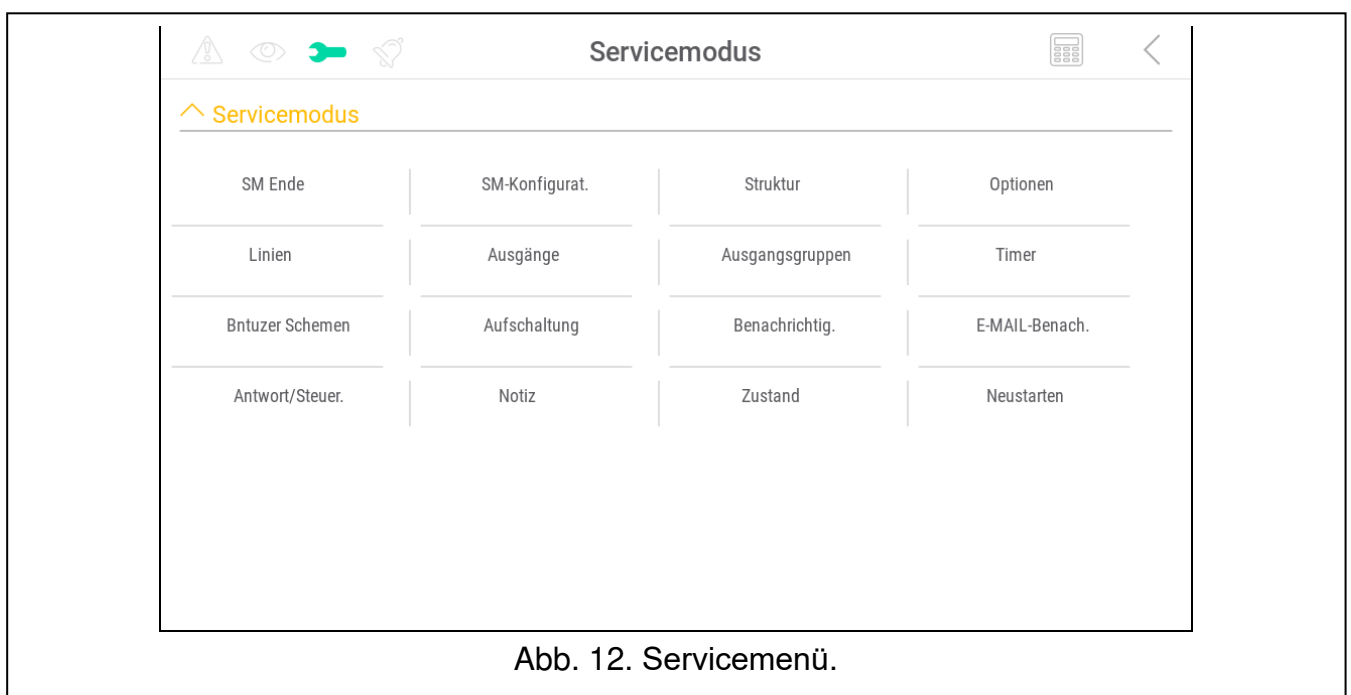

Abb. 12. Servicemenü.
5. Tippen Sie auf die Funktion „Servicemodus“. Es wird das Servicemenü angezeigt (Abb. 12).